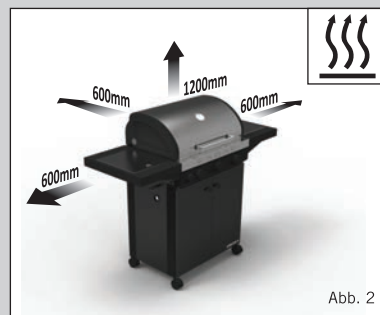

Abb. 2
- Vergewissern Sie sich, dass das Gerät nicht in der Nähe von entzündlichen Materialien betrieben wird. Der Sicherheitsabstand beträgt über dem Gerät mindestens 1,2 m und seitlich sowie hinter dem Gerät jeweils 600 mm (siehe Abb. 2).